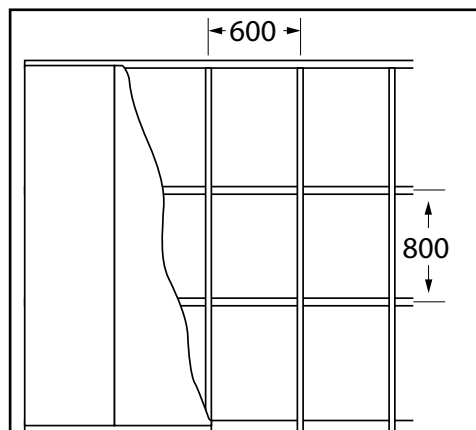

Fig. 1. Underlaget
- Sjekk underlaget for panelene, se fig. 1.